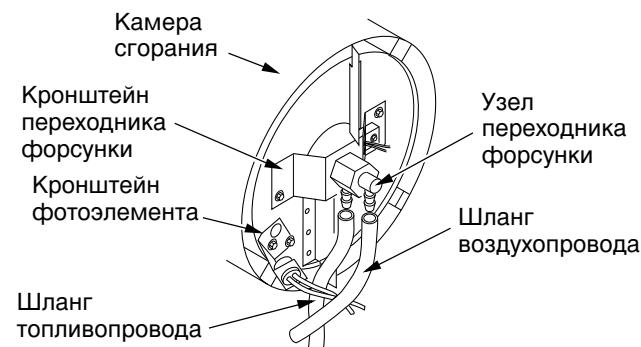
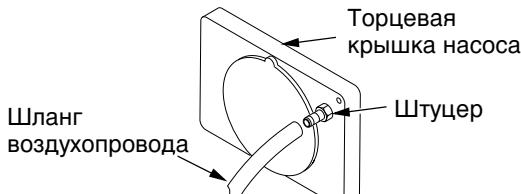

Рис. 17. Снятие шлангов воздухопровода и топливопровода (только для моделей BE35CEL и BE70CEL)
Рис. 22. Присоедините шланг воздухопровода к штуцеру
14. Установите фотоэлемент в его кронштейн. Протяните провода, как показано на Рис. 17, 18, или 19, стр. 13.
- Снимите шланги топливопровода и воздухопровода с узла форсунки (см. Рис. 17, 18 или 19).
- Проверьте шланги топливопровода и воздухопровода на отсутствие трещин и/или отверстий. Если топливопровод поврежден, отсоедините его от переходника форсунки (см. Рис. 17, 18 или 19, стр. 13) и топливного фильтра (см. стр. 10). Если воздухопровод поврежден, отсоедините его от переходника форсунки (см. Рис. 17, 18 или 19, стр. 13) и от штуцера торцевой крышки насоса (см. Рис. 22).
- Установите новый воздухопровод и/или топливопровод. Присоедините один конец шланга воздухопровода к штуцеру на торцевой крышке насоса (см. Рис. 22), а другой - к переходнику форсунки (см. Рис. 17, 18 или 19, стр. 13). Присоедините один конец шланга топливопровода к топливному фильтру (см. стр. 10), а другой - к переходнику форсунки (см. Рис. 17, 18 или 19, стр. 13).
На нагревателях моделей BE35CEL и BE70CEL проложите воздухопровод и топливопровод примерно так, как показано на Рис. 17, стр. 13.